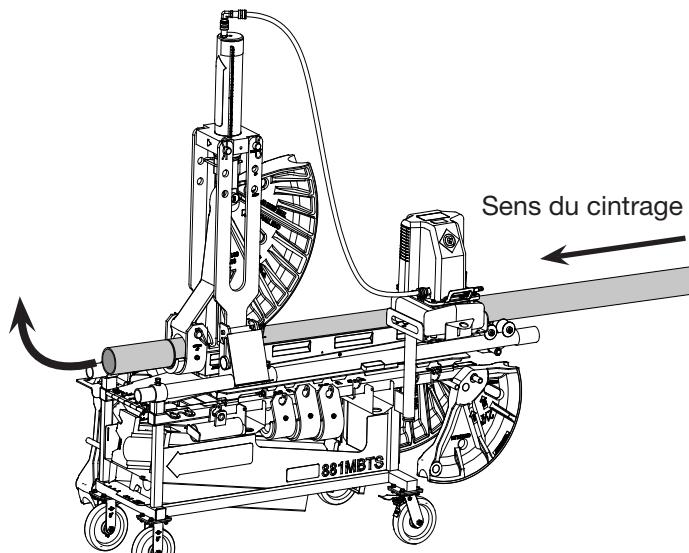

Figure 16
9. Cintrer le conduit selon l'angle souhaité, suivre le mode d'emploi de la pompe hydraulique série 980. La barre de serrage et l'étau se déplacent avec le conduit pendant le cintrage. Ne pas dépasser la barre de serrage (Fig. 16).